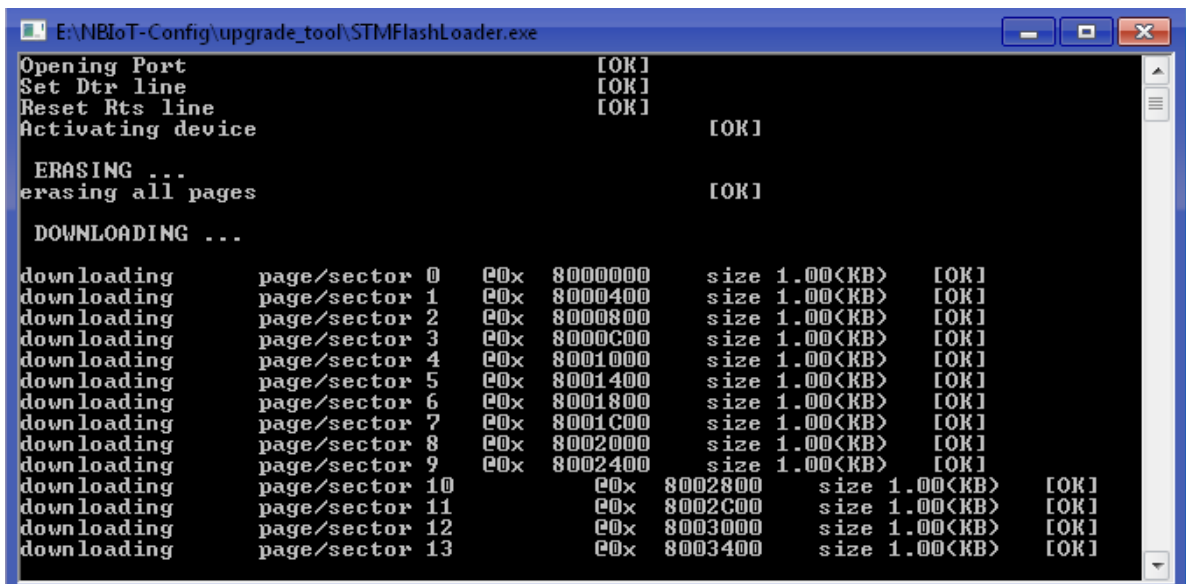

Рис. 23 – Процесс обновления
- Откроется новое окно, в котором начнется процесс обновления прошивки (Рисунок 23)